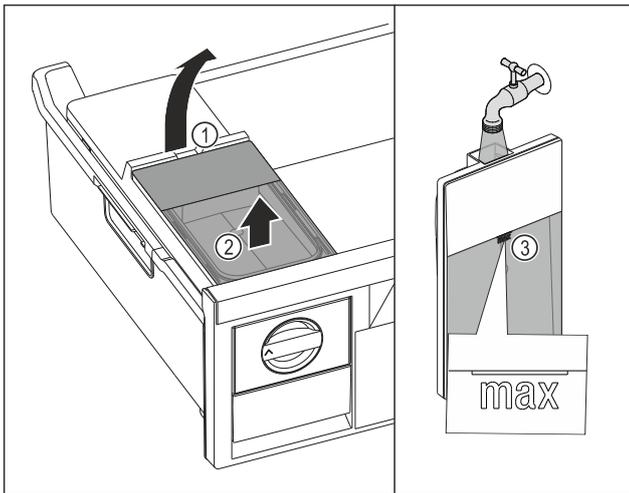

Fig. 123
- ▶ Wassertank an der Aussparung Fig. 123 (1) anheben.
- ▶ Wassertank nach oben entnehmen. Fig. 123 (2)
- ▶ Wassertank bis zur Markierung Fig. 123 (3) mit Trinkwasser befüllen.